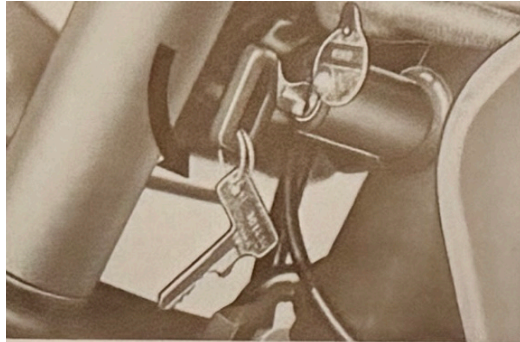

Bild 5
- 15 = Lenk-Sicherheitschloß (verd., s. Bild 5)
schloß (Bild 5) ausgerüstet. Für beide Schlösser paßt derselbe Schlüssel.